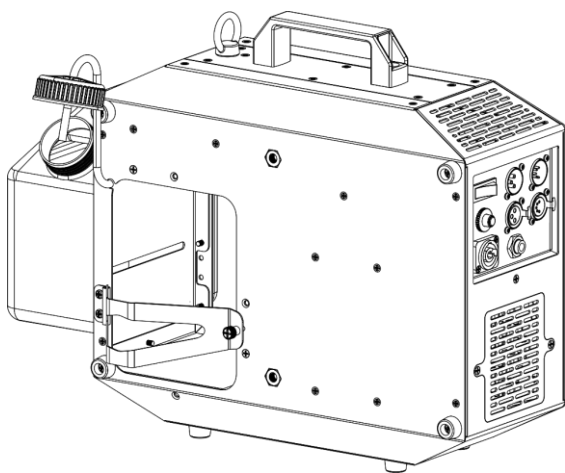

Fig. 18
- 13) Far scorrere il tubo nel foro, come mostrato nella Fig. 18.